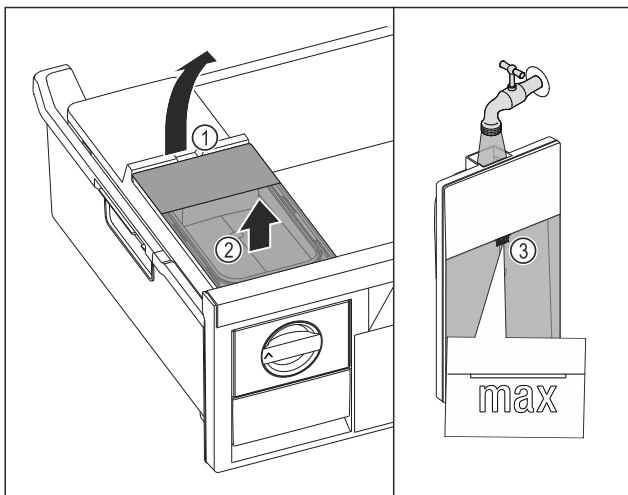

Fig. 67
- Nádržku na vodu nadvihnite za vybranie Fig. 67 (1).
- Nádržku na vodu odoberte nahor. Fig. 67 (2)
- Nádržku na vodu naplňte pitnou vodou po značku Fig. 67 (3).